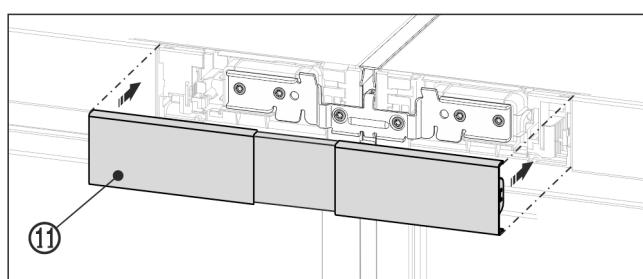

Fig. 23 Zobrazení příkladu
- Horní kryt Fig. 23 (11) zatlačte do západek ještě otevřeného prostoru mezi oběma ovládacími panely. Dbejte na to, aby vnější strany krytu lícovaly s krytkami ovládacích panelů.